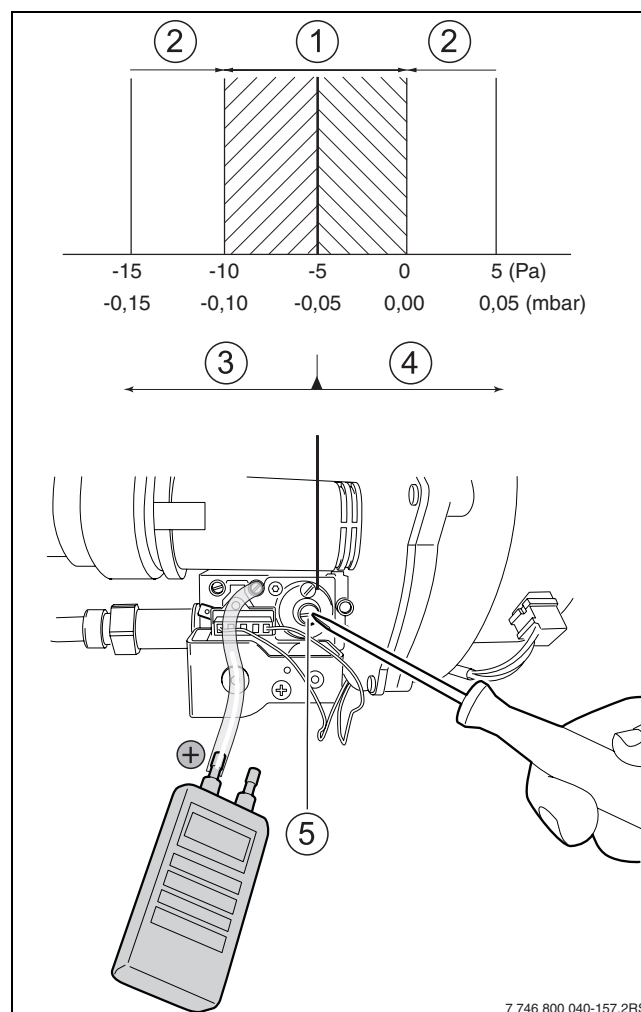

Fig. 41 Regolazione del rapporto gas/aria
- Inserire il tubo di misurazione dell'apparecchio per la misurazione della pressione sul nipplo di prova (→ fig. 41).